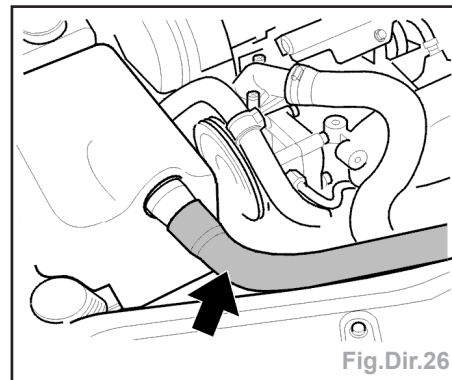

Fig.Dir.26
- le flexible d'huile de la fixation en haut de la pompe (fig.Dir.26).